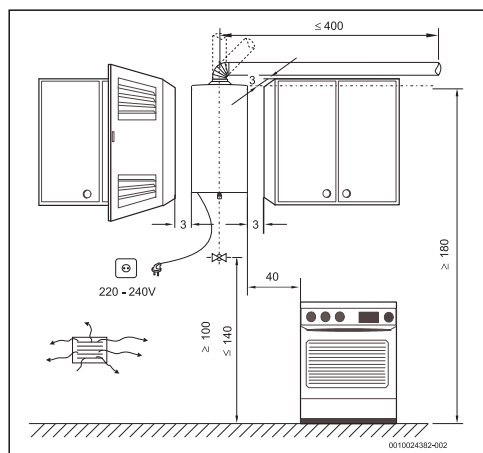

Fig. 14 Distâncias mínimas (cm)
- ▶ Respeitar as medidas mínimas de instalação indicadas na Fig. 14.
- ▶ Assegurar o bom acesso nos trabalhos de manutenção, respeitando as distâncias mínimas indicadas na Fig. 14.